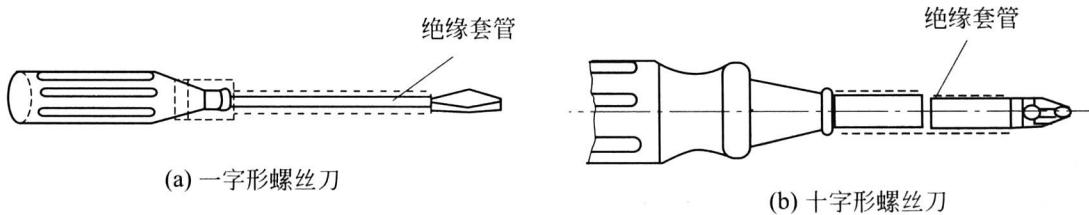

图 1-4 螺丝刀
③ 常用旋具（螺丝刀） 常用的旋具是螺丝刀，如图 1-4 所示。它用来紧固或拆卸螺钉，一般分为一字形和十字形两种。